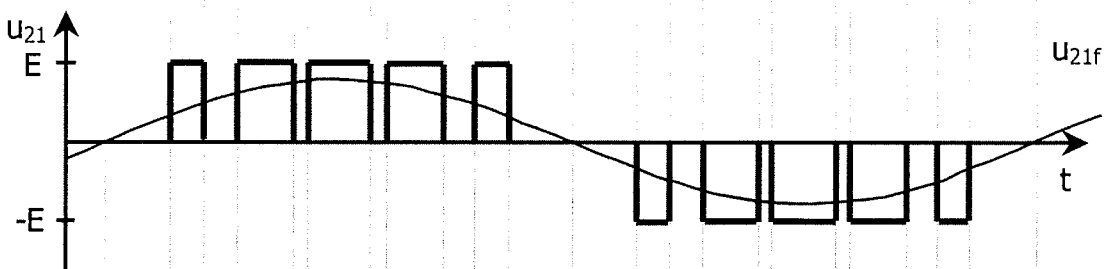

Figure 12
-C14- Voir document réponse figure 12